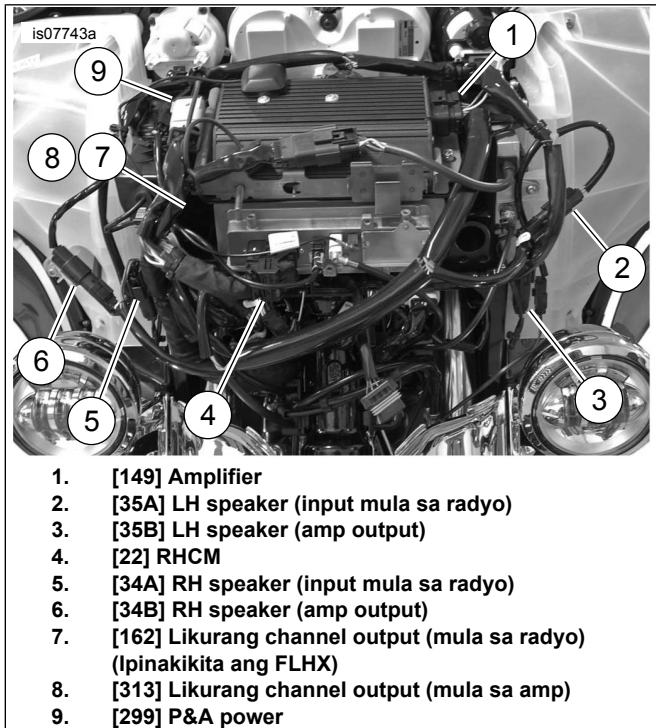

Figure 10. Mga Koneksyon ng Harness
- Kung ang amplifier na ito ay ginamit kasama ng isang pangalawang amplifier upang magpagana ng anim o walong speaker, tingnan ang mga detalye ng pagkonekta para sa [162] at [313] sa Talahanayan 1, Talahanayan 2 and kit 76000280. FLHX(S) [162] (F) isang 4-way na Molex rear channel output mula sa radyo. Ginagamit para sa output ng speaker na walang amp. Tingnan ang Figure 8. Hindi ginamit sa pangunahing amp, ginamit para sa INPUT ng pangalawang amp. Tingnan ang Figure 10. FLHTC/FLHTK/TRIKE [162] (R) isang 16-way Molex rear channel output mula sa radyo. Naglalaman ng lahat ng wiring ng likurang speaker pod. Ikabit ang 69200714 para gamitin sa mga amplifier (tingnan ang Hakbang 7). Fairing Amp [313] isang 4-way na Molex rear channel output ng pangunahing amplifier, maaaring gamitin para sa mga speaker ng saddlebag, mga rear pod o mga fairing lower. Nakalaan para sa mga fairing lower kapag ginamit sa anim o walong speaker na kumpigurasyon.